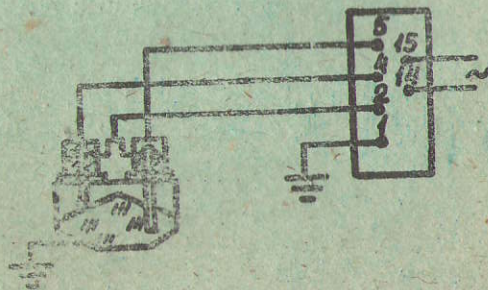

Рис. 5. Схема соединения БКС-3.2, БКС-3.2U
4.5. Для контроля двух уровней датчика включается по схеме рис. 5. После срабатывания блока при касании измерительного электрода верхнего уровня его отключение произойдет после того, как уровень в бункере понизится ниже электрода нижнего уровня.